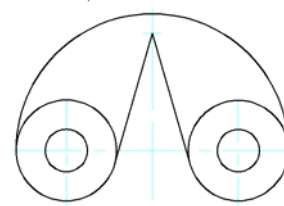

Рис. 3.16
**Шаг 1.** Из двух крайних точек пересечения осевых линий построить две малые и две большие окружности (рис. 3.16). Затем построить большую дугу, объединяющую окружности (использовать привязку ). Далее построить два отрезка, касательных к окружностям (использовать привязку .